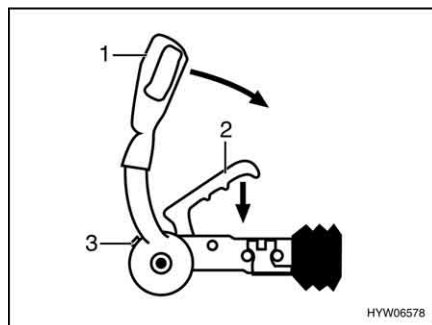

Fig. 4 Gancio di sicurezza AKS 3004
- Tirare in su la leva di stabilizzazione (Fig. 4,1) fino all'arresto.
- Tirare la maniglia del gancio (Fig. 4,2) verso l'alto.
- Eseguire un controllo a vista: Il cilindro verde dell'indicazione di sicurezza (Fig. 4,3) deve essere ben visibile.
- Attivare il dispositivo di stabilizzazione. A tal fine premere la leva di stabilizzazione (Fig. 4,1) verso il basso fino all'arresto.